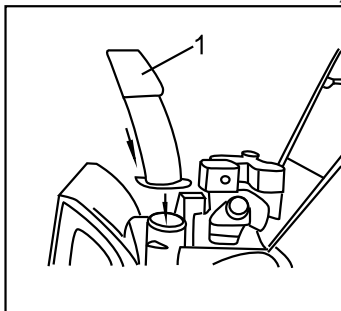

Рис.7
3. Произведите установку разгрузочного желоба в соответствии с Рис. 7,8. Установите желоб (1) на разгрузочное отверстие, закрепив его 3 пластиковыми пластинами, 6 винтами М8 (2) и гайками.